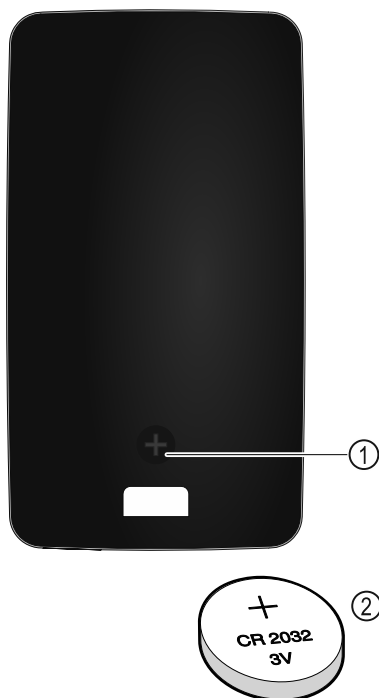

Fig. 232
Die Stromversorgung der Fernsteuerung erfolgt über eine Batterie des Typs CR 2032 mit 3V *Fig. 232 (2)*, welche im Fachhandel erhältlich ist.
- Schraube *Fig. 232 (1)* auf Rückseite der Fernbedienung herausdrehen.